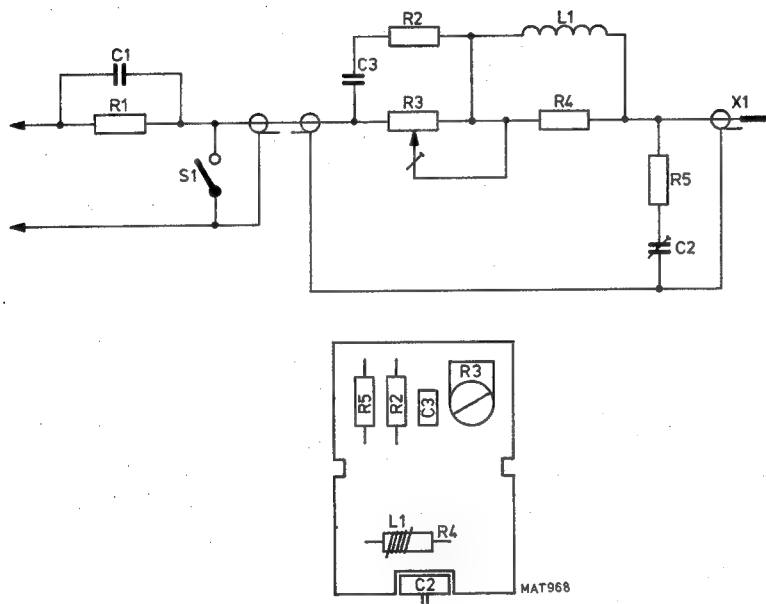

Bild 1.12. Elektrische Teile des Tastkopfs
Bezüglich der Lage des Einstellpunktes R3 auf der Schaltungsplatine in der Kompensationsdose ist Bild 1.12. zu beachten.
1.4.5.2. Elektrische Teile (siehe Bild 1.12.)